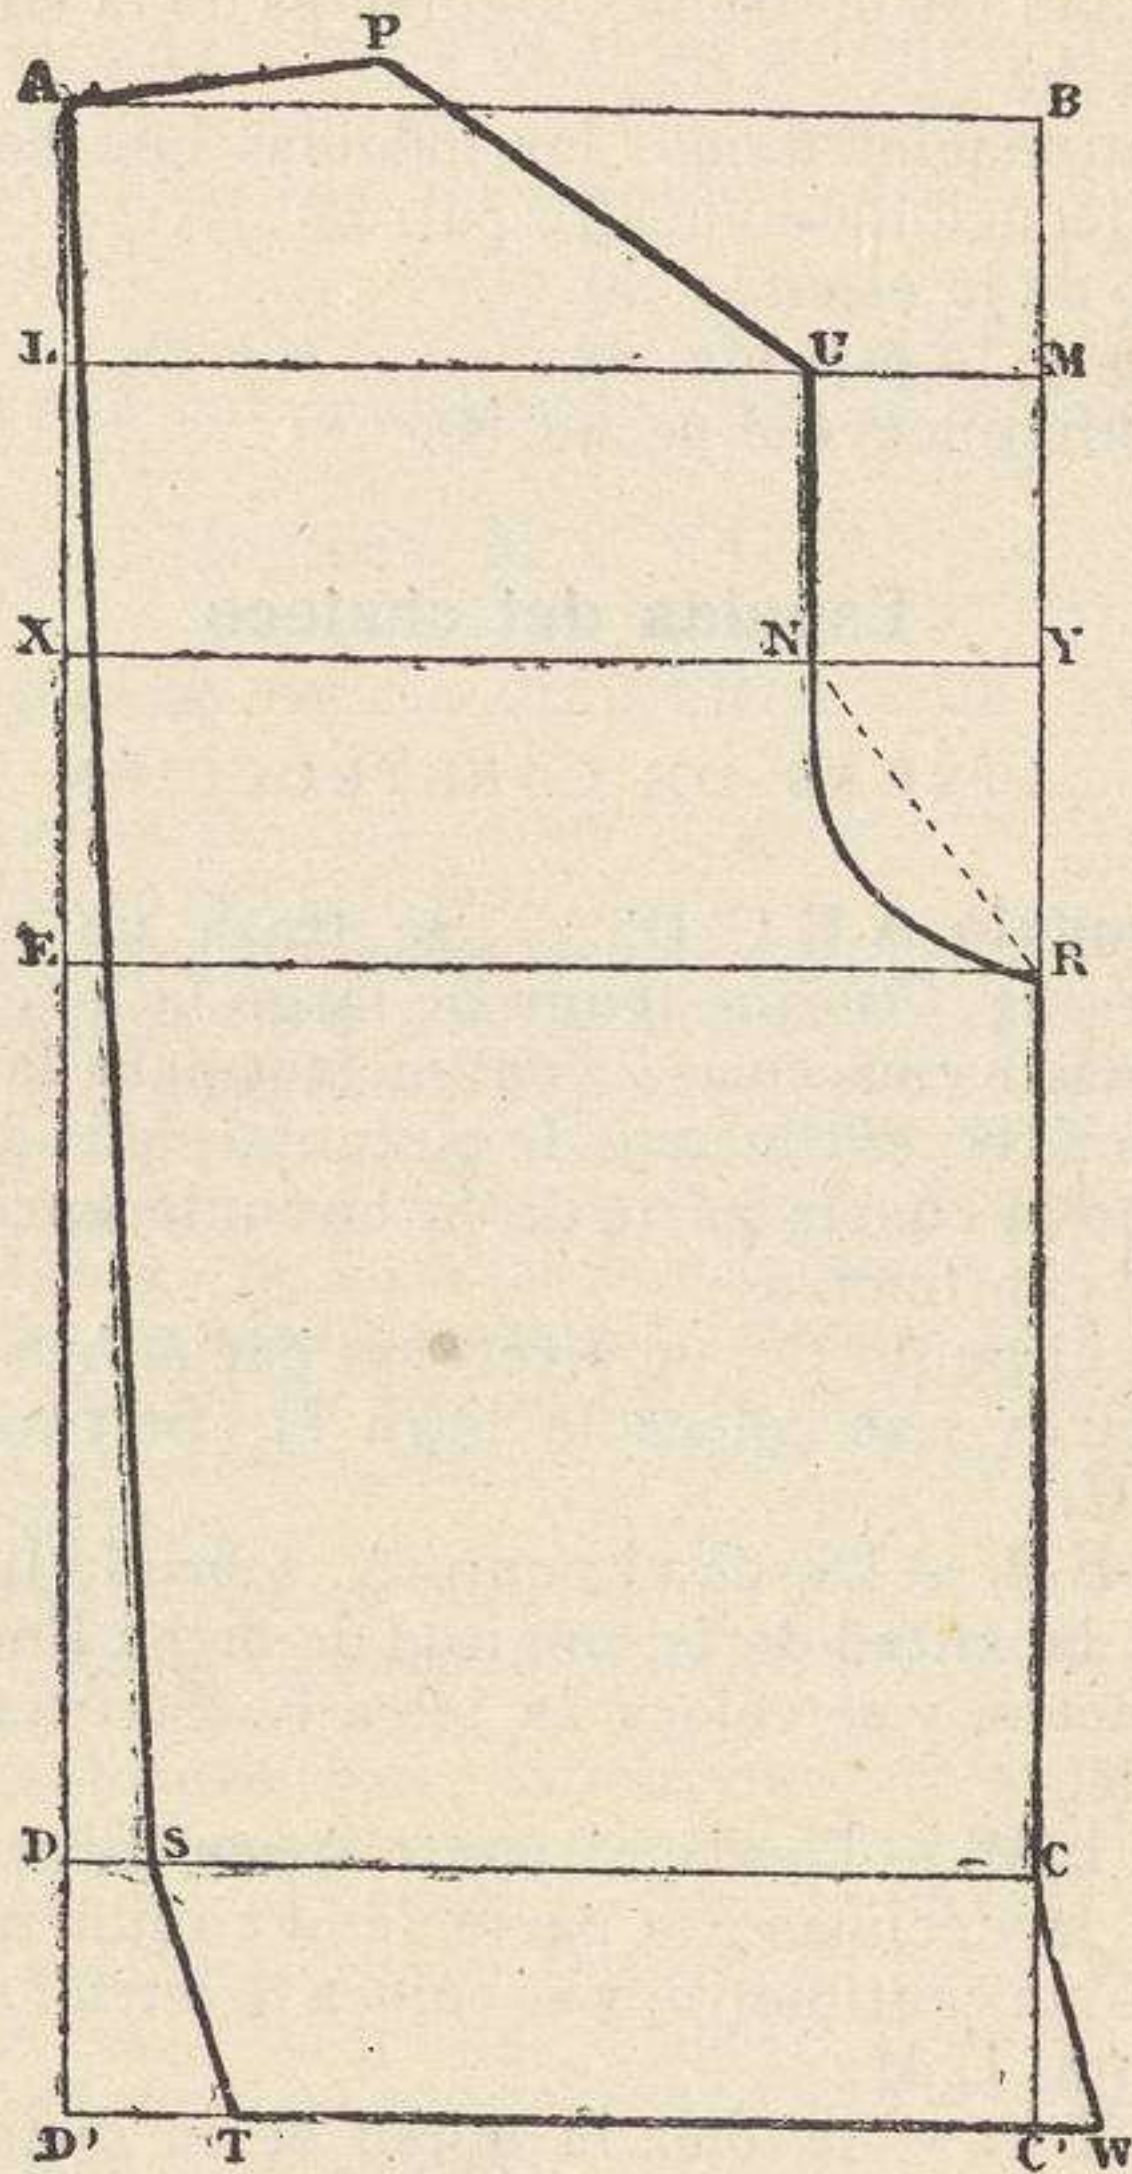

Fig. 76 ( $\frac{1}{5}$  del tamaño real).—Espalda del chaleco.
**Rectángulo A B C' D'.** — Se traza un rectángulo A B C' D' (fig. 76) que tenga de largo la longitud de la espalda más 8 cms. (más 7 centímetros para las medidas inferiores á 80 centímetros de circunferencia del pecho), y de ancho la cuarta parte de la circunferencia del pecho más 3 centímetros.